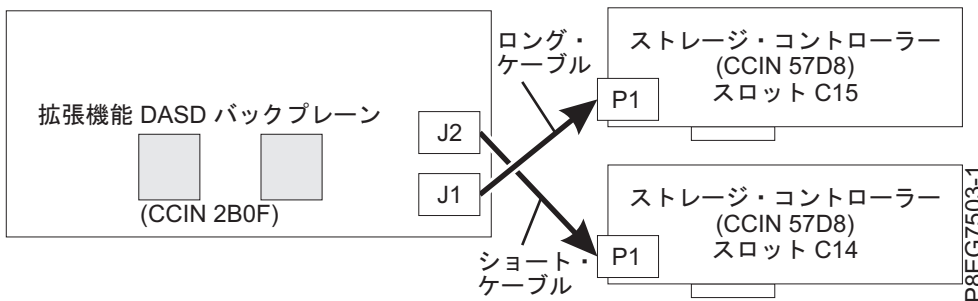

図 7. 拡張機能構成での SAS ケーブルの再接続
- 2 つの PCIe3 x8 キャッシュ SAS RAID 内部アダプター (CCIN 57D8) (拡張機能) がある場合は、短い SAS ケーブルが上部のディスク・ドライブ・バックプレーン・コネクタ (J2) からスロット P1-C14 にある SAS RAID 内部アダプターの P1 コネクタに接続されています。長い SAS ケーブルは、下部のディスク・ドライブ・バックプレーン・コネクタ (J1) からスロット P1-C15 にある SAS RAID 内部アダプターの P1 コネクタに接続されています。図 7 を参照してください。